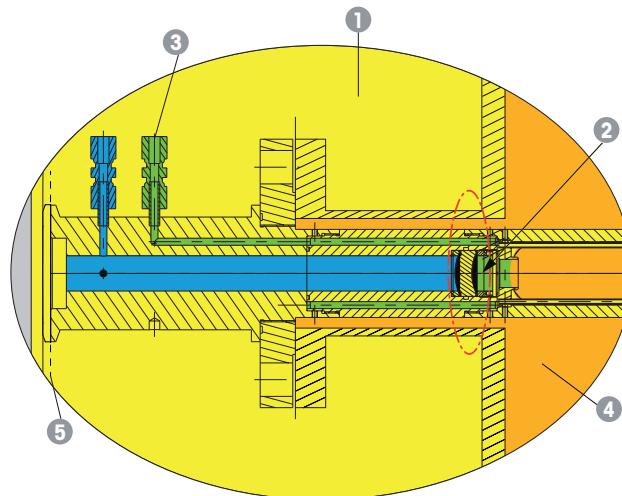

Abbildung 88 Die GPro 500-Schnittstelle zwischen Zone 0 und Zone 1
- 8 Detaillierte Schnittzeichnung – siehe Abbildung 88 „Die GPro 500-Schnittstelle zwischen Zone 0 und Zone 1“ auf Seite 127